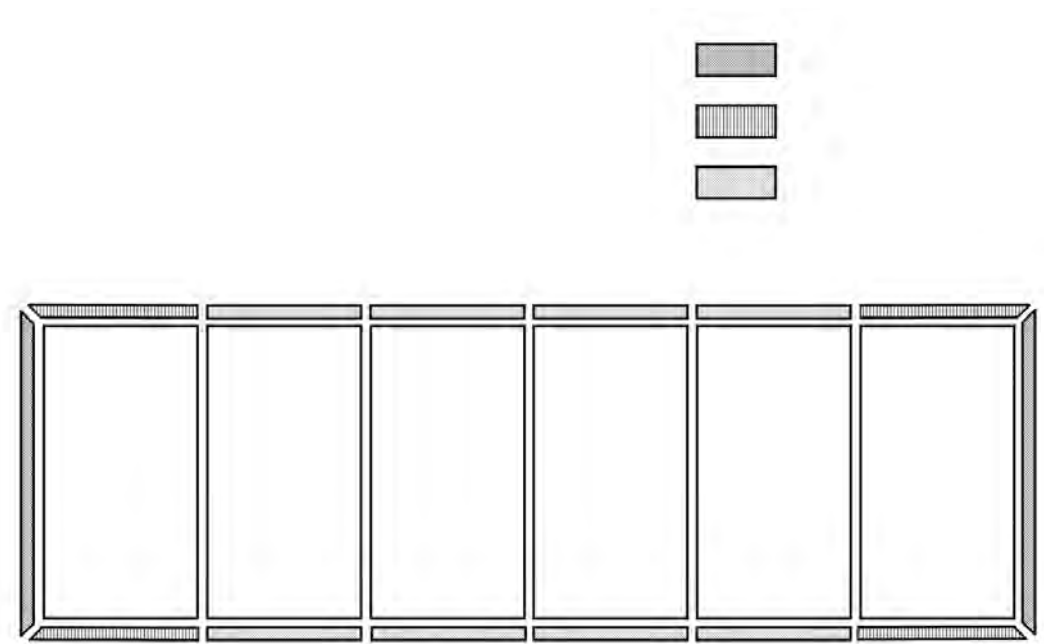

図 55 木枠の種類と必要本数（一隻分）
- ・六曲一隻分の使用木枠は下記の通りである（図 55）。
木枠を打つ順番は、上部・横部・下部（図 55 参照）。釘の上から嵌め込むように木枠をかぶせ、木枠の端に、止め打ち金具を嵌めて、金槌で少しずつ打ち込む（図 57）。打ち込むに従い、釘が木枠にめり込みながら固定されていく。